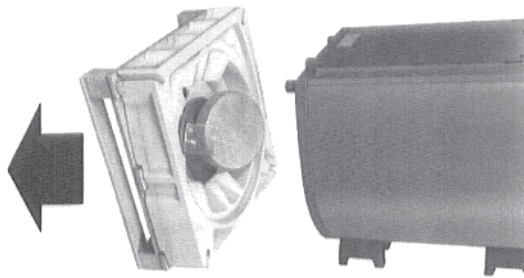

Рис. 10
4. Освободить нижнюю упаковку, вместе с поддоном, от задней стенки бойлера (рис. 10).
Внутри, в нижней части упаковки, находятся: защитная крышка крышки ручного отверстия, теплоизоляционная шайба и винт для листового металла (монтаж производится после монтажа датчика – рис. 10).